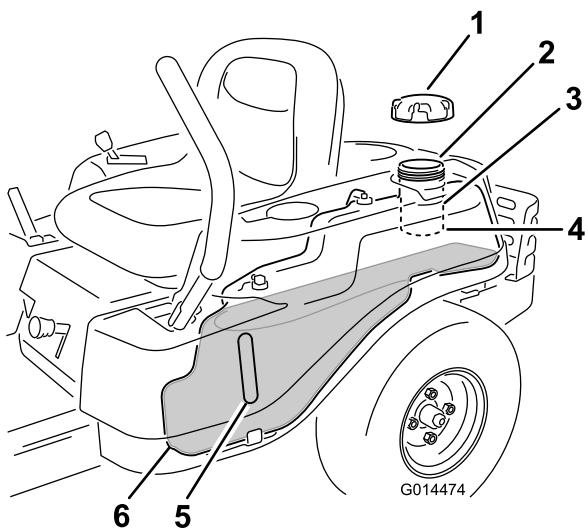

Figura 10
2. **Añada gasolina sin plomo lentamente**Figura 10 hasta que el combustible llegue a la base del cuello de llenado Ø.